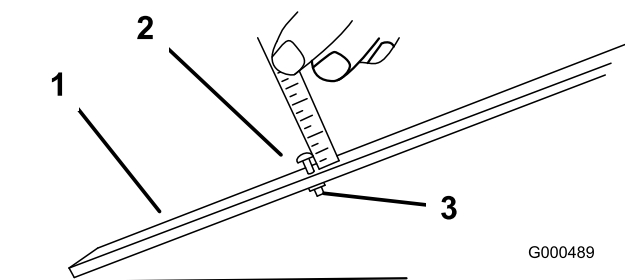

図 53
2. ゲージバー (図 53) のナットをゆるめ、調整ネジを希望の刈り高に合わせる。ネジ頭の下からバーの表面までの距離が刈り高となる。